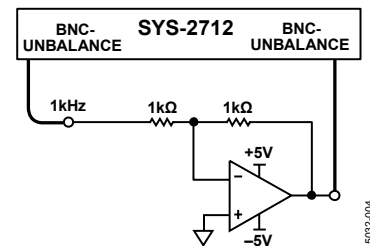

图4. 无负载时的THD+N测试
- THD+N是主要性能指标。图4和图5分别是THD+N的测试电路和测试结果。